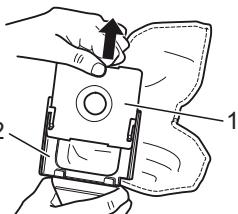

Abb. 20
6. Ziehen Sie den Staubfilterbeutel (Abb. 20/1) aus dem Staubbeutelhalter (Abb. 20/2) heraus.